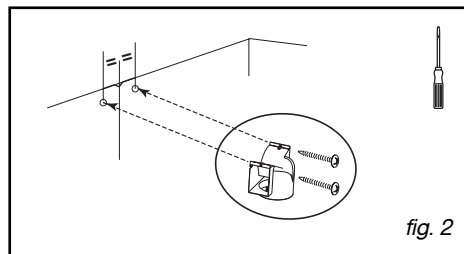

fig. 2
(fig. 2)
– Haak de afzuigkap op de twee schroeven (D/fig.2).
– Zet de terugslagklep op de motoruitgang (fig.2). Hiermee wordt voorkomen dat lucht van buiten naar binnen komt.
- Bevestig de plastic rookdeflector tegen de muur en tegen het plafond, met de twee schroeven (fig.2). Centreer de deflector in verhouding tot de verticale lijn op de muur (fig.2).
- Verwijder de filtercassettes (fig.2).